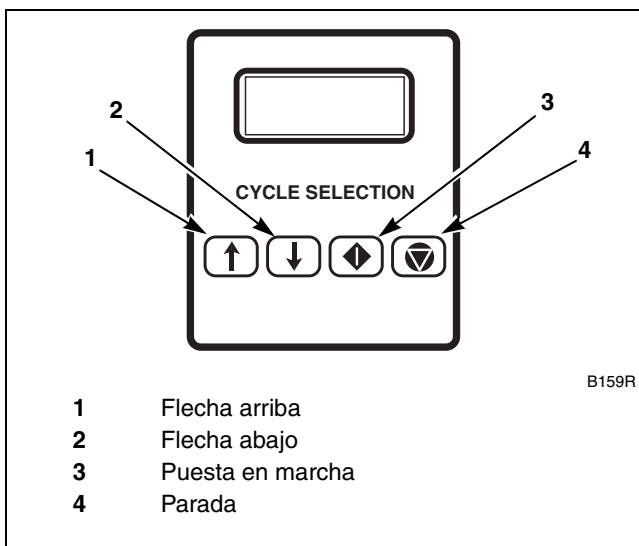

Figura 29
6. Pulse las teclas Flecha arriba y Flecha abajo para seleccionar el ciclo de lavado. Consulte la *Figura 29*.
8. **Para modelos sin monedas:** Pulse la tecla Puesta en marcha. Consulte la *Figura 29*.